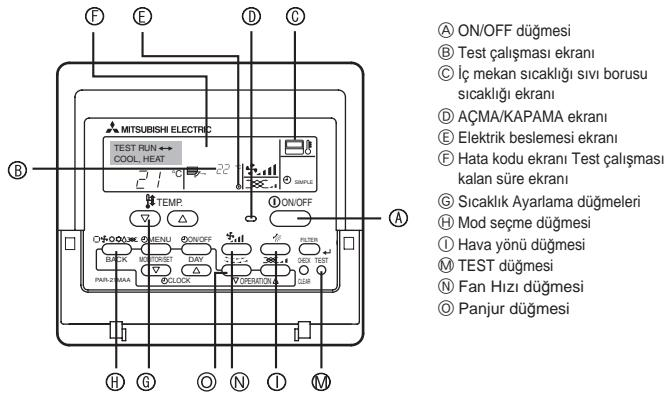

Fig. 7-1
7.2.1. Kablolu uzaktan kumanda kullanarak (Fig. 7-1)
- ① Elektrik şalterini çalışma denemesinden en az 12 saat önce açın.
- ② [TEST] düğmesine iki kere basın. ➔ "TEST RUN" LCD ekranı
- ③ [Mode selection] (mod seçimi) düğmesine basın ve soğutma (ya da ısıtma) moduna geçin. ➔ Dışarıya soğuk (veya sıcak) havaUSHENDİĞİNDEN emin olun.
- ④ [Fan speed] (rüzgar hızı) düğmesine basın. ➔ Rüzgar hızının devreye girdiğiinden emin olun.
- ⑤ [Air direction] (Hava yönü) düğmesine veya [Louver] (Panjur) düğmesine basın. ➔ pervane ya da panjurun çalışmasını kontrol edin.
- ⑥ Dış ünite fanının çalışmasını kontrol edin.
- ⑦ [ON/OFF] (açma/kapatma) düğmesine basarak çalışmaya denemesini kaldırın. ➔ Durdur
- ⑧ Bir telefon numarası kaydedin.